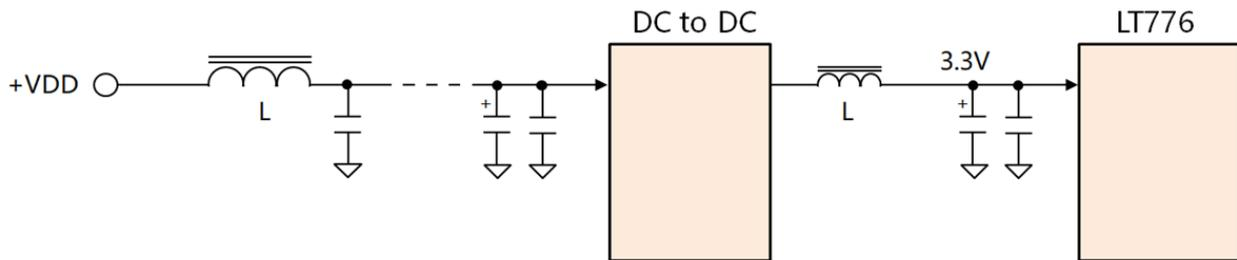
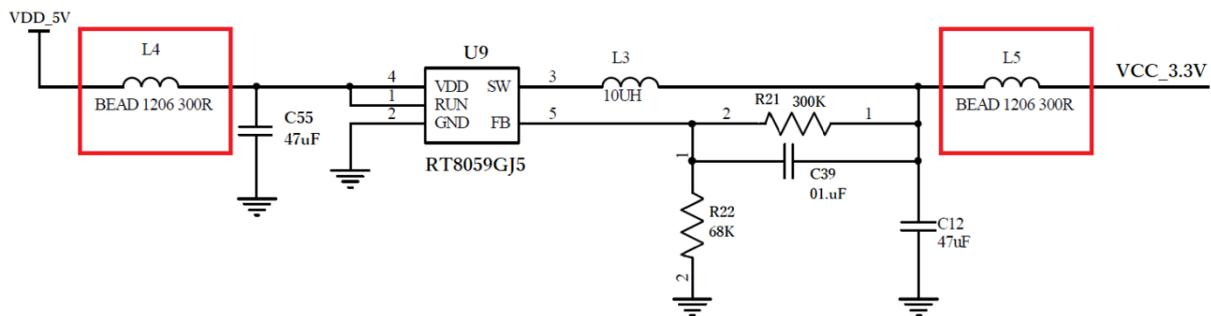

图 2-19: 3.3V 的 DC to DC 电源输入、输出端加上 LC 电路
图 2-20: 3.3V 的 DC to DC 电源电路范例
- 产生 3.3V 的 DC to DC 电源输入端、输出端除了原有的滤波电容外, 再加上扼流圈 (磁珠) 及 (如图 2-19、图 2-20)。